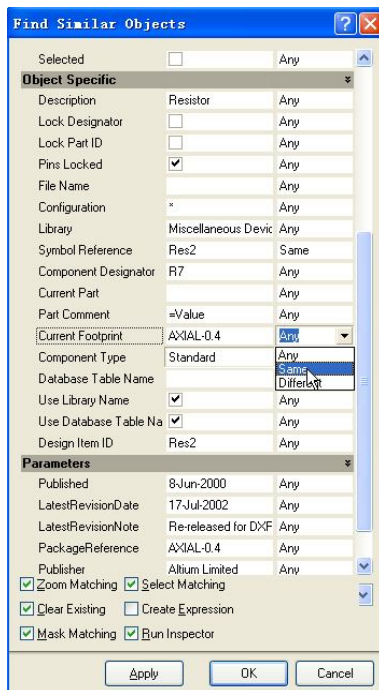
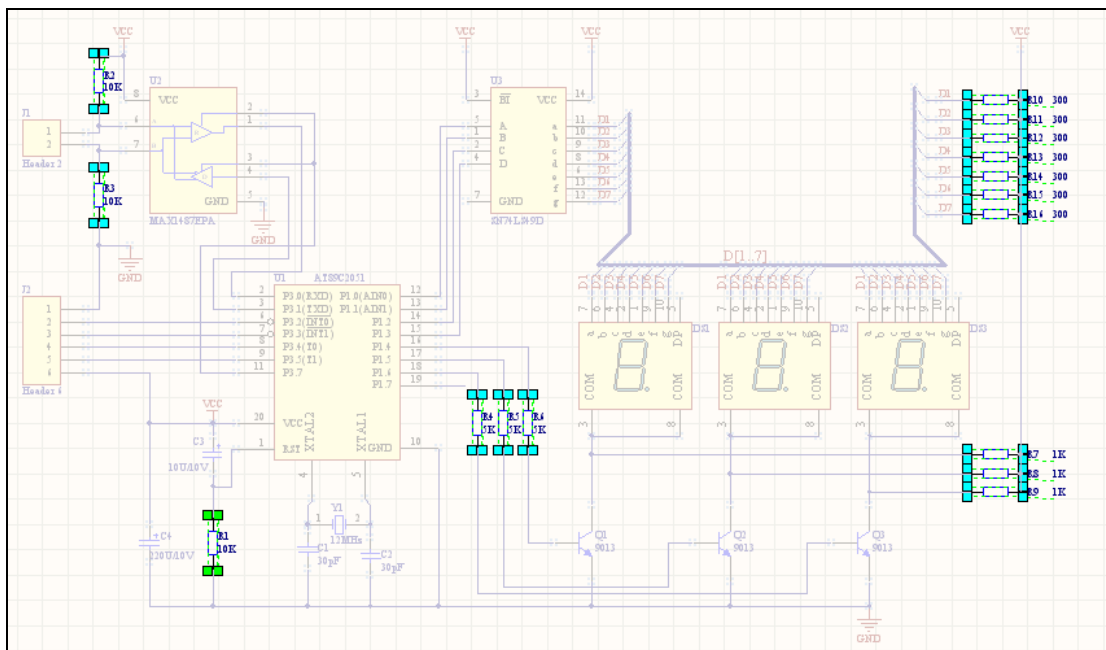

图 7-33 Find Similar Objects 对话框
图 7-34 选择封装为 AXIAL-0.4 的电阻
(1) 首先选择一个电阻，右击，从弹出的菜单中选择 Find Similar Objects 命令，弹出 Find Similar Objects 对话框，如图 7-33 所示，在 Symbol Reference 的 Res2 处选择 Same，在 Current Footprint 的 AXIAL-0.4 处选择 Same，表示选择封装都是 AXIAL-0.4 的电阻，然后单击 Apply 按钮，再单击 OK 按钮，则图 7-1 中的所有电阻被选中，如图 7-34 所示。